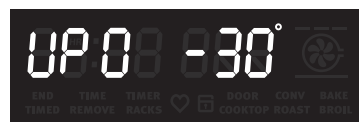

Fig. 59 Température de four réglée 30° plus bas que la valeur par défaut
3. Appuyez sur **bake** (cuisson au four) de nouveau pour passer au réglage moins (figure 59).